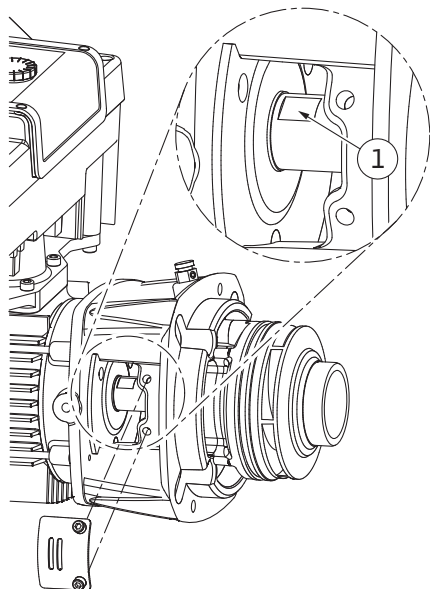

Fig. 105: Σημεία εφαρμογής κλειδιού στον άξονα
14. Εισαγάγετε ένα γερμανικό κλειδί (με άνοιγμα 22 mm) στο παράθυρο της λατέρνας και κρατήστε σταθερό τον άξονα από τα ειδικά σημεία εφαρμογής (Fig. 105, θέση 1). Ξεβιδώστε το παξιμάδι της πτερωτής (Fig. I, θέση 22). Η πτερωτή (Fig. I, θέση 21) βγαίνει αυτόματα από τον άξονα.
3. Εισαγάγετε ένα γερμανικό κλειδί (με άνοιγμα 22 mm) στο παράθυρο της λατέρας και κρατήστε σταθερό τον άξονα από τα ειδικά σημεία εφαρμογής (Fig. 105, θέση 1).
10. Εισαγάγετε ένα γερμανικό κλειδί (με άνοιγμα 32 mm) στο παράθυρο της λατέρας (Fig. IV, θέση 38) και κρατήστε σταθερό τον άξονα από τα ειδικά σημεία εφαρμογής (Fig. 105, θέση 1). Συναρμολογήστε την πτερωτή με ροδέλα(-ες) και παξιμάδι. Σφίξτε το παξιμάδι. Αποφύγετε ζημιές του μηχανικού στυπιοθλίπτη από στράβωμα.